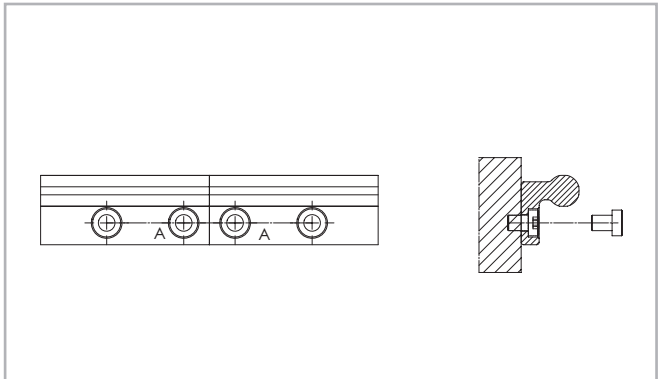

Fig. 27
- (1) Realize a fixação de cada um dos guias sobre a superfície de montagem, apertando todos os parafusos, com exceção do último em cada uma das extremidades, respectivamente.
- (2) Coloque os parafusos de fixação final no devido furo sem apertá-los demais (ver fig. 27).